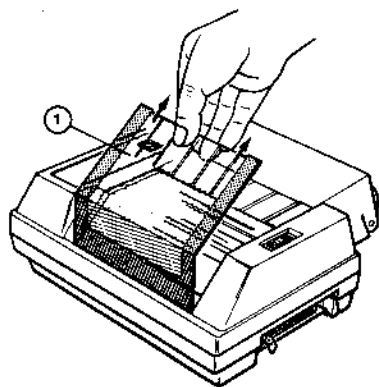

Fig. 4
- Ouvrir le couvercle transparent (1) en le tirant vers le devant de l'imprimante (figure 4).